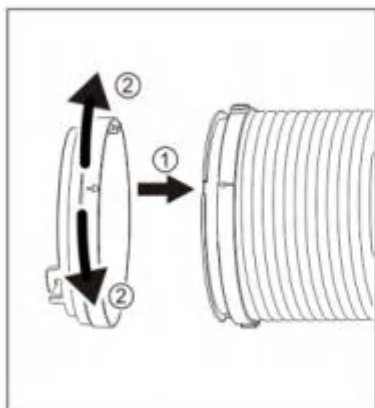
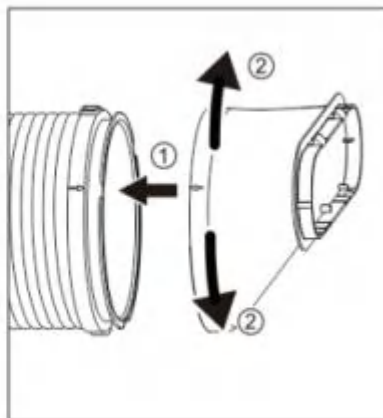

Fig.3
Fig.4
- Alignez les flèches sur le connecteur du tuyau et le tuyau, insérez et tournez dans le sens horaire ou antihoraire d'environ 60° (Fig. 3). Procédez de même pour connecter l'embouchure d'évacuation au tuyau (Fig. 4).